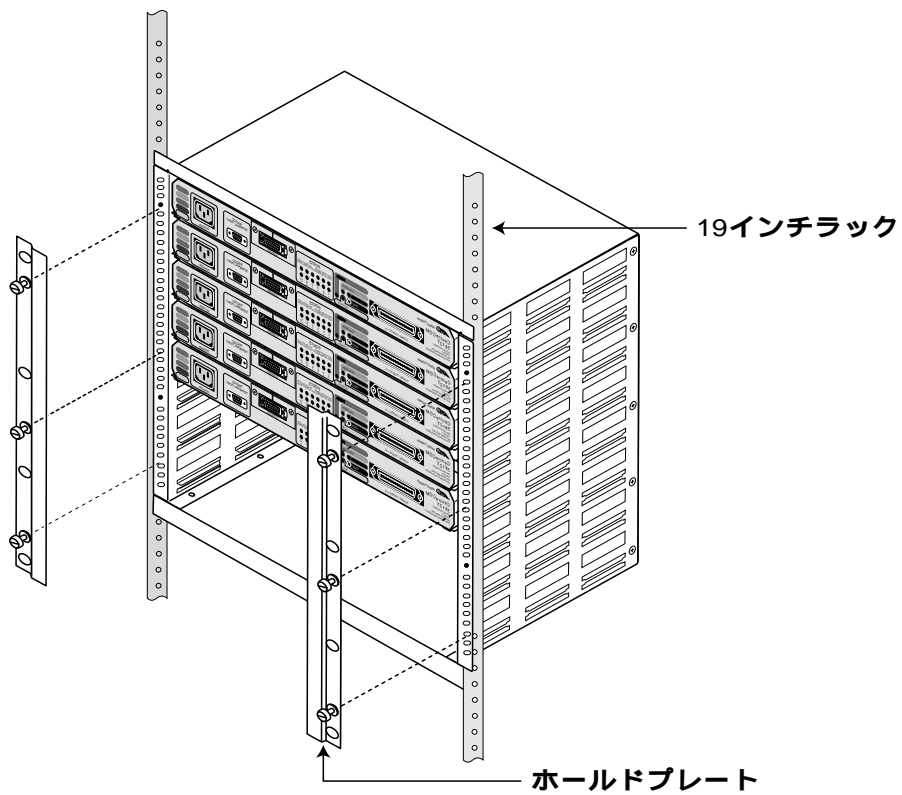

図 1.7 ホールドプレートの取付け
- 3) それぞれのハブ本体にガイドレールを取り付けます(「1.5.4 ゴム足の取りはずし」および図 1.7 の「ガイドレールの取付け」を参照)。
- 4) 専用ラックにすべてのハブを収納したら、ラックにホールドプレートを取り付けます(図 1.7 の「ホールドプレートの取付け」を参照してください)。
次ページの図 1.7のように、ラックにすべてのハブを収納後、ホールドプレートを取付け、ネジでしっかりと固定してください。